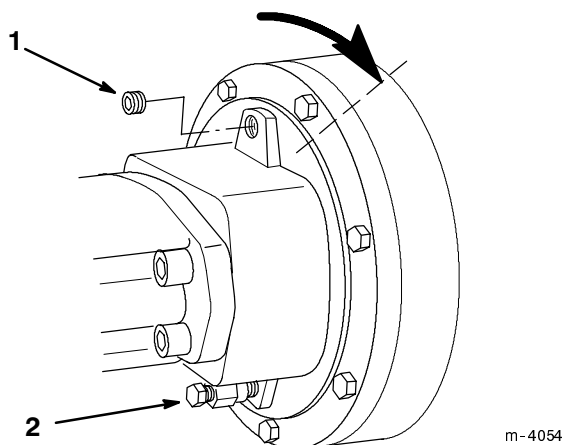

Abbildung 11
2. Den Antriebskopf so drehen, daß sich die Ölablaßschraube oben und die Entlüftungsschraube unten befindet (Abb. 11).
3. Die Ölablaßschraube entfernen (Abb. 11)
4. Den Bohrerantriebskopf so drehen, daß sich die Ablaßöffnung auf 2 Uhr-Position befindet (Abb. 11). Aus der Öffnung sollte Öl auslaufen beginnen.
1. Den Antriebskopf so über einer Ölwanne abstützen, daß sich die Ölablassschraube (Abb. 11) an der Unterseite des Antriebskopfs befindet und auf die Ölwanne gerichtet ist.